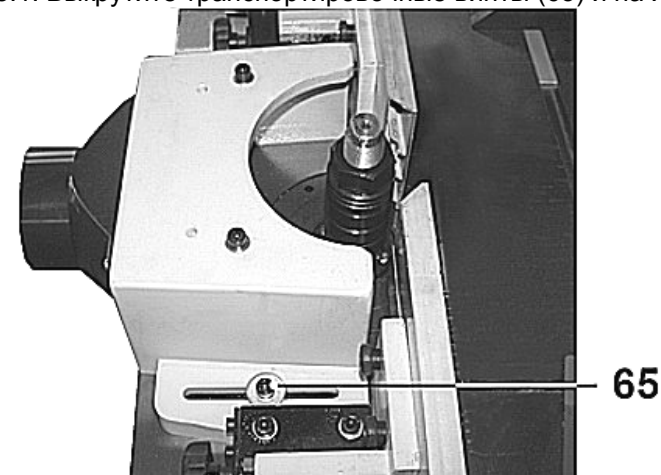

Рис. 11
- 8.8.1. Выкрутите транспортировочные винты (63) и на их места установите винты фиксации (7), Рис. 11,12.